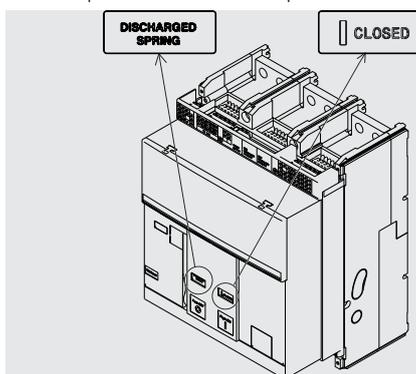

Figura 46
5. Controllare che l'interruttore sia chiuso (segnalatore aperto/chiuso "I - CLOSED"), e controllare che le molle siano scariche (segnalatore molle "bianco - DISCHARGED SPRING") come indicato in Figura 46.